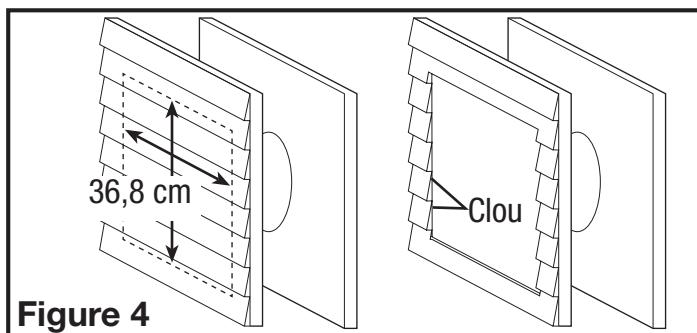

Figure 4
- Sur le revêtement du mur extérieur, tracer un carré de 36,8 x 36,8 cm en utilisant le petit trou percé à l'étape 4 comme point central et découper le trou carré (Figure 4).
- Une fois que le revêtement est découpé, clouer toutes les extrémités lâches du revêtement (Figure 4).